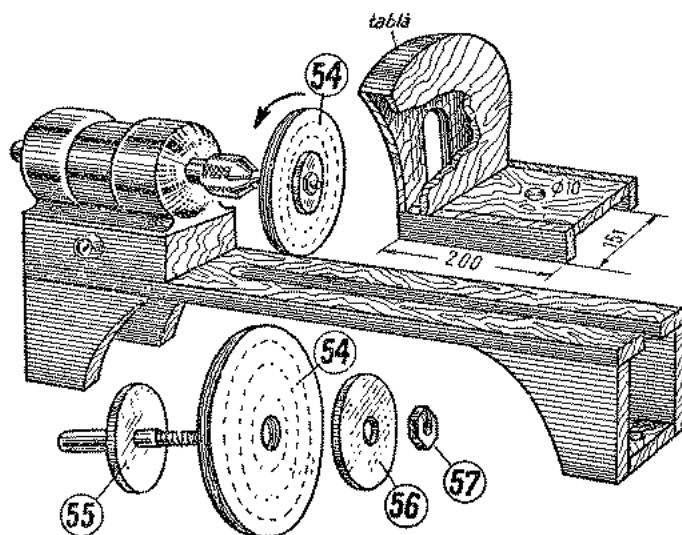

Fig. 21.
Cei care au intenția să se ocupe de prelucrarea materialelor plastice vor simți nevoia unui dispozitiv de lustruire. Problema se rezolvă cit se poate de ușor. Din cîteva bucăți de finet se poate confeționa un disc de lustruit (54), prezentat în figura 21, lată cum procedați: luați 15—20 de bucățele pătrate de finet cu laturile de aproximativ 130 mm. Cu un creion trasați pe ultima bucătică mai multe cercuri concentrice. Apoi cu un ac mare și cu sfără subțire veți coase pe fiecare cerc trasat (fig. 21) astfel ca să se formeze un pachet rigid. Ultimul cerc fiind diametrul exterior al discului nu se coase. Pe acest cerc se va tăia cu foarfecetele sau cu un cujît bine ascuțit tot conturul. În centrul discului se face o gaură de 10—12 mm.
Și acum un amănunt foarte important: în timpul lucrului cu polizorul sau chiar cu discul de finet săr o mulțime de granule din piatră sau scame din disc. Acestea prezintă pericolul că pot intra în ochi. De aceea va trebui ca în timpul lucrului să purtați ochelari de protecție sau să executați o apărătoare (fig. 21 b). Ea se montează deasupra pieptrei de polizor sau a discului de finet. Montarea apărătorii se face tot pe batiul strungulețului. Prin ruptura făcută în desenul apărătorii, se poate observa un canal vertical. Prin el trece axul polizorului sau al periei. Piatra sau peria vor intra între cei doi pereți laterali. Apărătoarea se poate confecționa din lemn de brad și se poate înveli cu tablă subțire sau placaj. După executare o veți vopsi cu duco roșu.